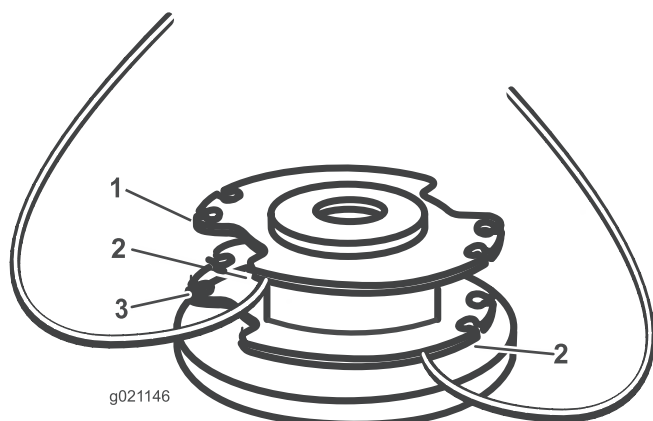

Figure 20
4. Insérez le fil dans les trous d'ancrage en haut de la bobine (Figure 20). Enroulez le fil sur la bobine dans la direction indiquée par les flèches sur la bobine.